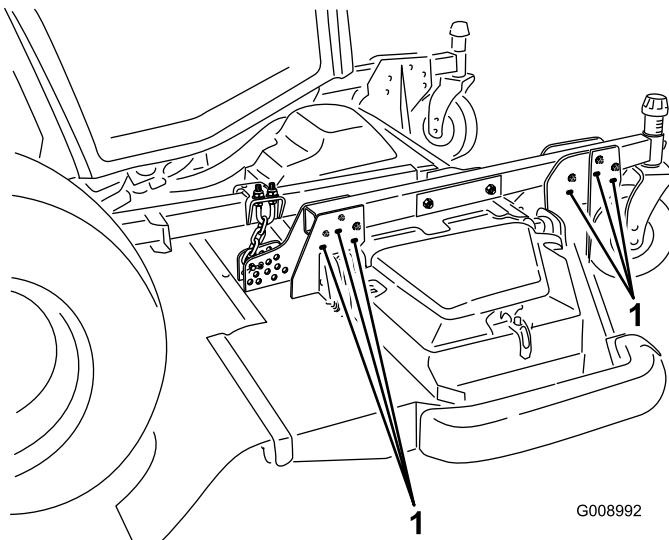

Figure 25
- Pour obtenir des hauteurs de coupe de 102 à 153 mm, enlevez les boulons qui fixent les supports du plateau aux bras de pivot de hauteur de coupe, puis remontez les supports du plateau dans les trous inférieurs (Figure 25).